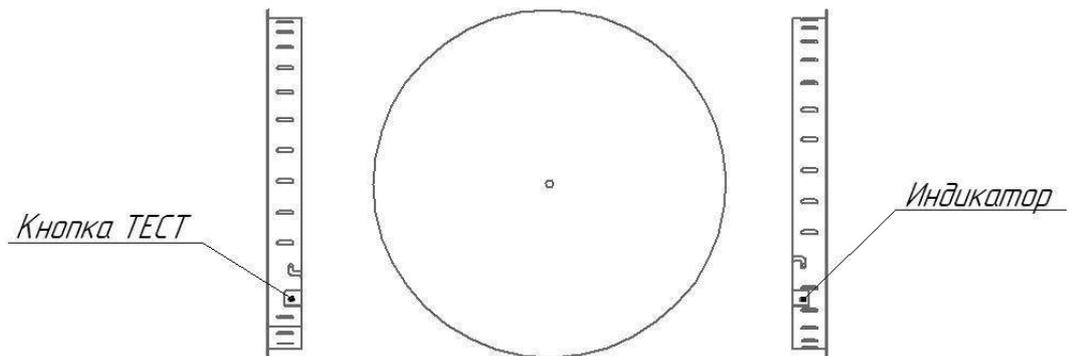

Рисунок 2 - Отсек со встроенным источником питания и блоком аварийного питания.
- Нажмите и удерживайте кнопку ТЕСТ (см. рисунок 2), находящуюся на корпусе с источником питания и блоком аварийного питания. Светильник переключится в аварийный режим (напряжение на светодиодные модули будет подаваться от аккумулятора).